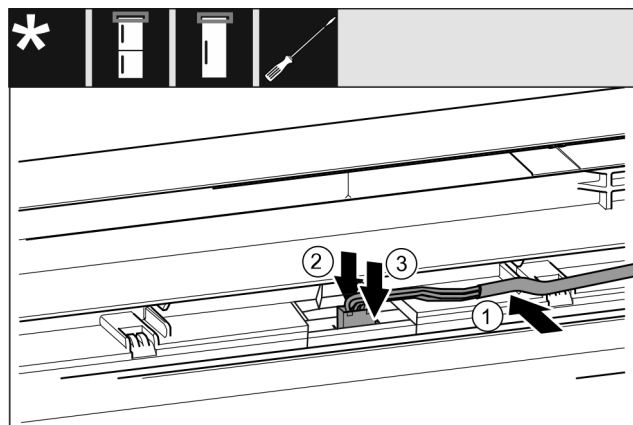

Fig. 45 Kombinace chladničky s mrazničkou / mrazničky / chladničky\*
- Kabel Fig. 45 (1) vložte do vedení v horních dvířkách.\*
- Západku Fig. 45 (2) zatlačte dozadu.\*
- Zaklapněte zástrčku Fig. 45 (3).\*